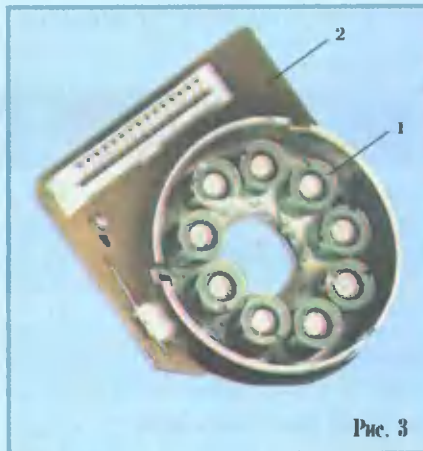
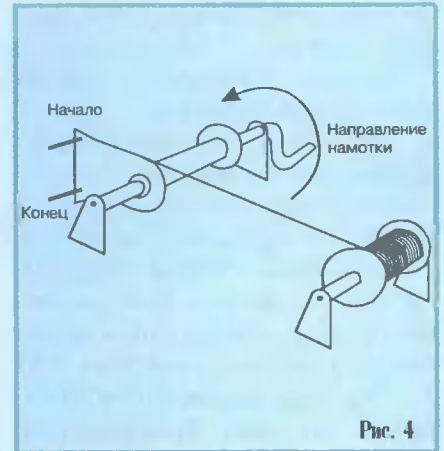

Рис. 3
Рис. 4
**3. Межвитковое замыкание или обрыв одного из соленоидов печатающей головки.** Такие дефекты легко обнаружить, измерив омметром сопротивление обмотки соленоида: оно должно составлять 15 Ом. Чтобы извлечь из печатающей головки катушку неисправного соленоида, головку разбирают. Сначала снимают плотно посаженный на нее пластмассовый корпус. Затем отвинчивают три болта, скрепляющие все остальные детали печатающей головки в единую конструкцию, и извлекают неисправную катушку (рис. 3, поз. 1).
основания (печатной платы) (рис. 3, поз. 2). Отпаянная катушка снимается с сердечника и с нее удаляется неисправная обмотка. Каркас освобожденной катушки жестко закрепляют на оси с воротком и устанавливают на стойки несложного намоточного приспособления (рис. 4).
Наматывают 335 витков провода ПЭЛ 0,09 (виток к витку). Намотанную катушку устанавливают на основание и запаивают. Распайку начала и конца обмотки необходимо производить строго в соответствии с рис. 4. Сборку головки производят в обратной последовательности.